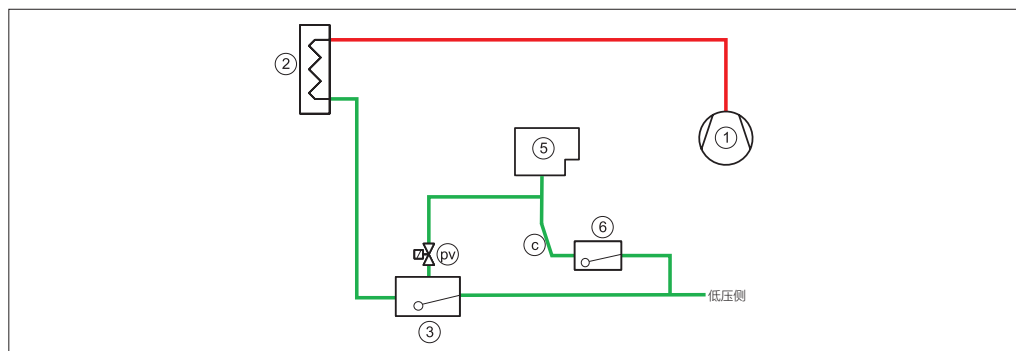

图 8 - 空气分离器的连接 (pv)。排放配管 (c) 必须垂直布置或呈下斜坡布置
对于带有高压液位控制的系统，空气将集聚在浮球阀 (3) 中 (参见图 8)。